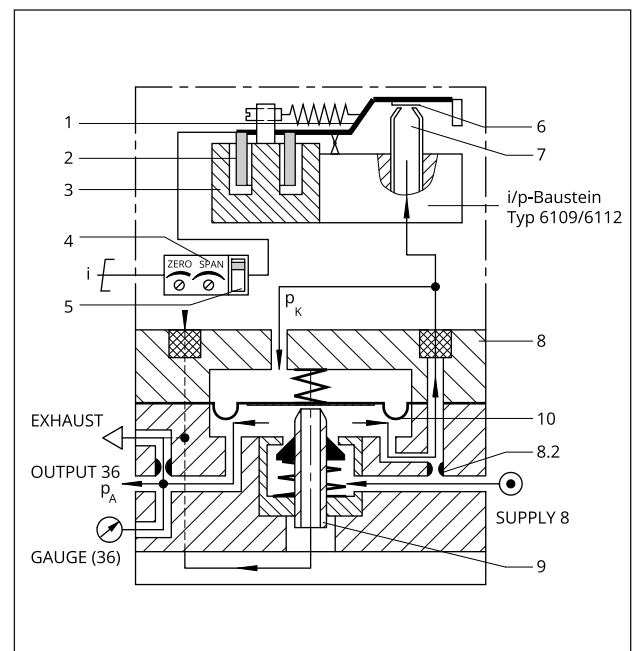

Bild 15: Wirkbild
Die Potentiometer **ZERO** für Nullpunkt und **SPAN** für Spanne (Endwert) sind nach Entfernen des Gehäusedeckels zugänglich (vgl. Bild 15).
- ⇒ Vgl. Bild 15.